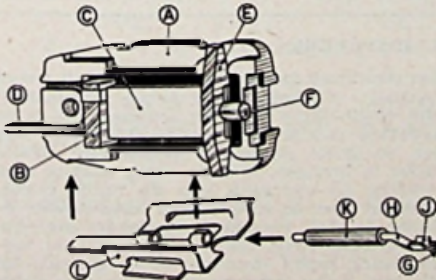

Fig. 1
In fig. 1 is een soort „exploded-view” van het TX-88-element gegeven, waaruit de opbouw enigszins duidelijk moge worden. Het feitelijke element is ondergebracht in een uit twee delen samengeseld plastieken huis. In de figuur zien we slechts een helft van dit kapsel (A). In een zacht-plastieken blokje (B) is het $6 \times 15 \times 0,8 \text{ mm}^3$ metende kristalplaatje (C) aan één zijde ingeklemd. De elektrische spanning wordt via de aansluitpennen (D) afgenomen. Aan de andere zijde is het kristal gesteund door inklemming in een schuitvormig stukje plastic (E), dat behoudens een centraal draaipunt (F), betrekkelijk vrij in de ruimte tussen de twee kapselhelften kan worden bewogen.